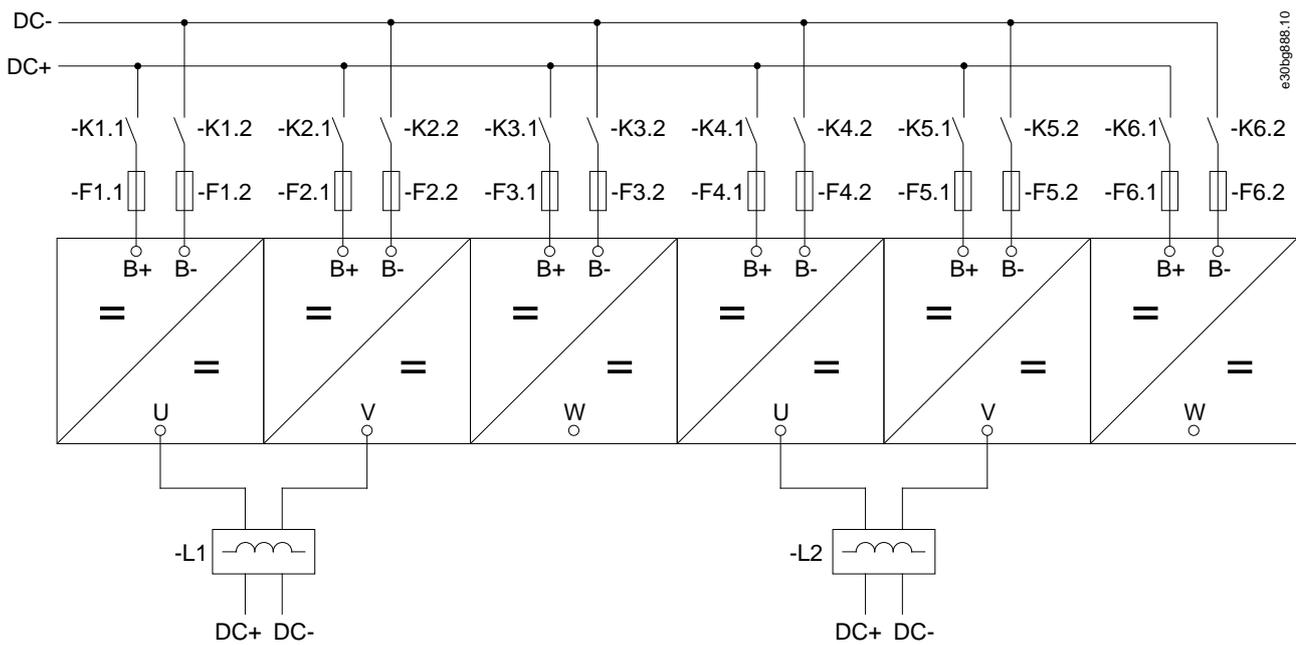

図 25: 筐体サイズ FI14 の基本配線図
- ・ NXP1770~NXP2150、筐体サイズ FI14 は、図 25 をご参照ください。
- ・ NXP1500~NXP2250、筐体サイズ FI14、図 25 をご参照ください。